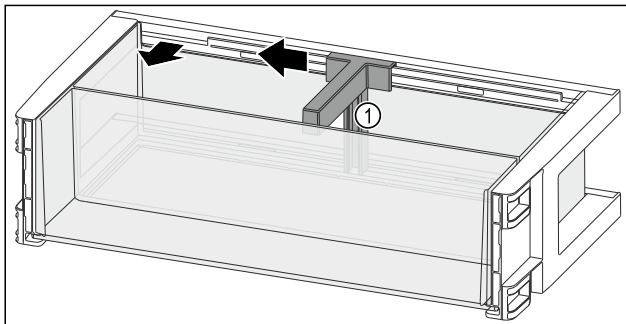

Fig. 108
- ▶ Flaschenhalter Fig. 108 (1) bis zur Aussparung zur Seite schieben.
- ▶ Flaschenhalter Fig. 108 (1) entnehmen.